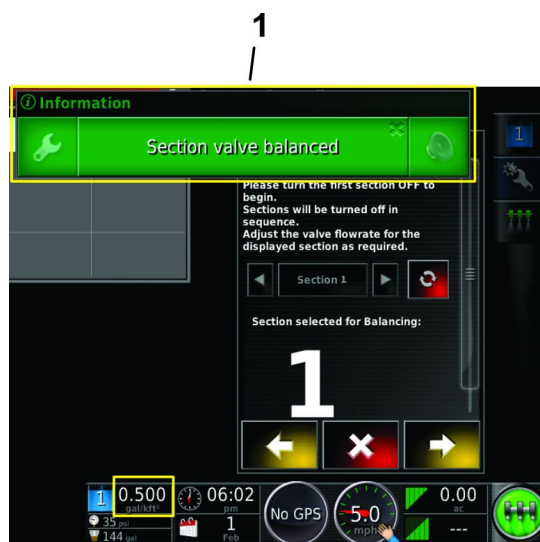

Figure 58
5. Le message « Section Valve Balanced » (vanne de section équilibrée) s'affiche et l'assistant d'équilibrage des vannes passe automatiquement à la vanne de section suivante (Figure 58).